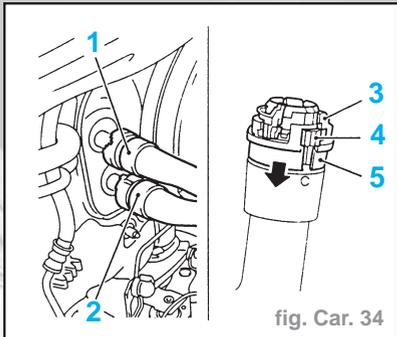

fig. Car. 34
- Durits (1, 2) du radiateur - presser le verrou de sécurité (4), tirer le circlip (5) dans le sens de la flèche, retirer la durit. La bague verte (3) n'est présente que sur une durit neuve non montée. (fig. Car. 34).
- Durits (1, 2) du radiateur- presser le verrou de sécurité (4), tirer le circlip (5) dans le sens de la flèche, retirer la durit. La bague verte (3) n'est présente que sur une durit neuve non montée (fig. Car. 34).